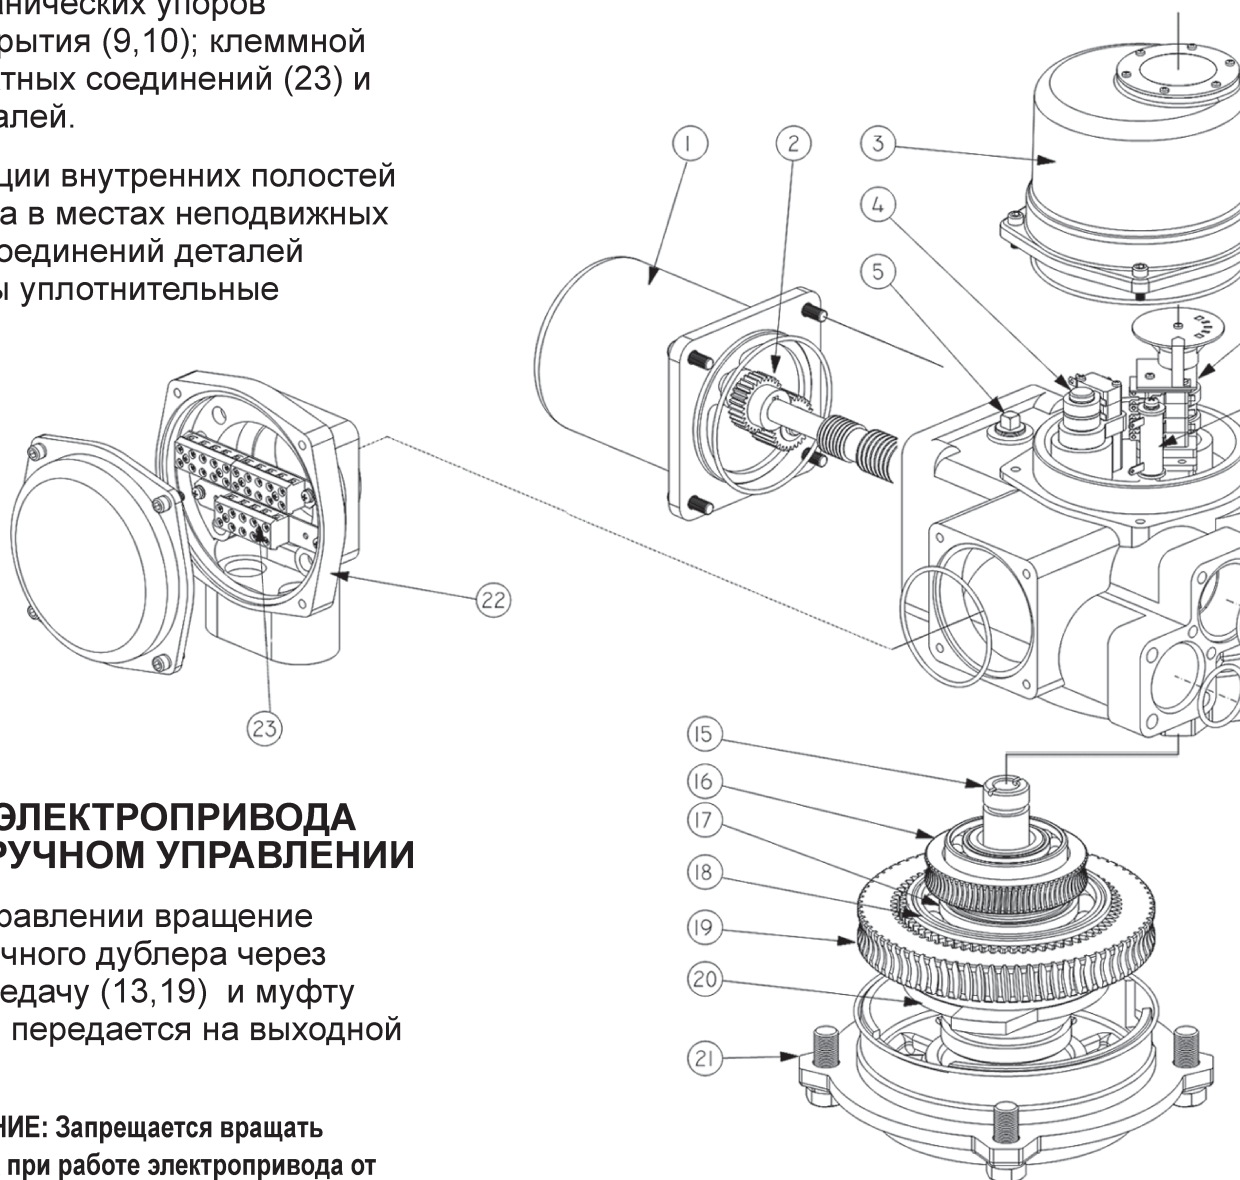
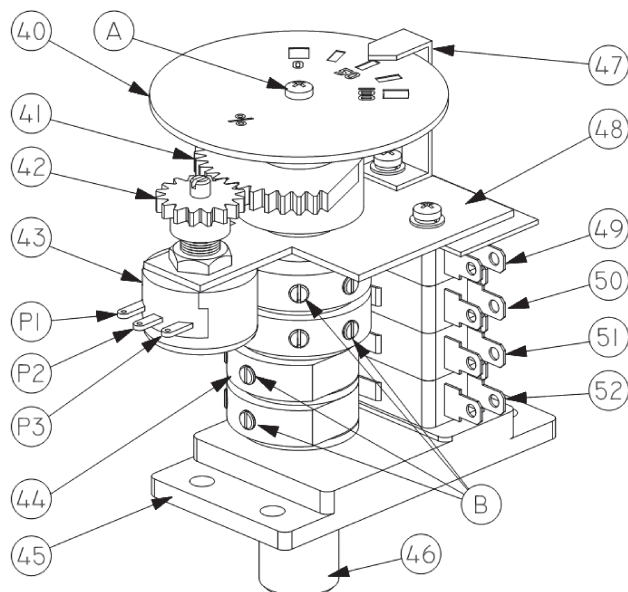
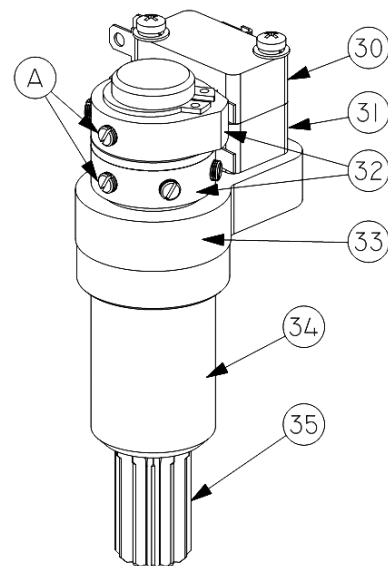

Рис. 1 Электропривод ГЗ-ОФ
Рис. 2 Индикатор положения затвора арматуры
Рис.3 Двухсторонняя муфта ограничения крутящего момента
Электропривод состоит из следующих узлов и деталей (рис. 1): электродвигателя (1); силового редуктора, в состав которого входит: червячный редуктор (11, 16), червячный редуктор маховика ручного дублера (13, 19) и планетарная передача (18); двухсторонней муфты ограничения крутящего момента (моментной муфты) (4); ограничителя хода выходного вала (6); индикатора положения затвора арматуры (40, 47) (рис. 2); выходного вала (15); механических упоров открытия и закрытия (9, 10); клеммной колодки контактных соединений (23) и корпусных деталей.
Вращение электродвигателя (1) через прямозубую цилиндрическую шестерню (2) передается на червячный редуктор (11, 16), который соединен через планетарную передачу (18) с муфтой сцепления (20). Вращение муфты сцепления обеспечивает вращательное движение выходного вала (15). Выходной вал электропривода механически связан с индикатором положения затвора арматуры (40, 47) (рис. 2) и ограничителем хода
Ограничитель хода выходного вала (6) механически связан с выходным валом (15). При достижении ограничителем хода выходного вала заданных параметров микровыключатели (49,50,51,52) (рис.2) отключают электропитание электродвигателя.
Индикатор положения затвора арматуры (40,47) (рис. 2) механически связан с валом ограничителя хода выходного вала. После надлежащей настройки указания индикатора соответствуют определенным положениям затвора арматуры независимо от режима работы электропривода – ручного или электрического.
При достижении предварительно установленной величины крутящего момента в положении ЗАКРЫТО или ОТКРЫТО, либо в случае аварийного заклинивания штока затвора арматуры в промежуточном положении, выходной вал (15) (рис.1) с червячным колесом (16) останавливается, а червяк (11), ввинчиваясь в венец червячного колеса (16), вследствие продолжающегося вращения ротора электродвигателя, начинает перемещаться в осевом направлении, сжимая тарельчатые пружины (12). Величина сжатия тарельчатых пружин определена настроенным крутящим моментом моментной муфты. Поступательное движение червяка (11) приводит к вращению вала моментной муфты (34) (рис.3). Кулачки (32), расположенные на валу моментной муфты, нажимают кнопки муфтовых микровыключателей (30, 31), размыкая цепь управления питанием электродвигателя электропривода.
2.6 МЕХАНИЧЕСКИЕ УПОРЫ (рис. 1)